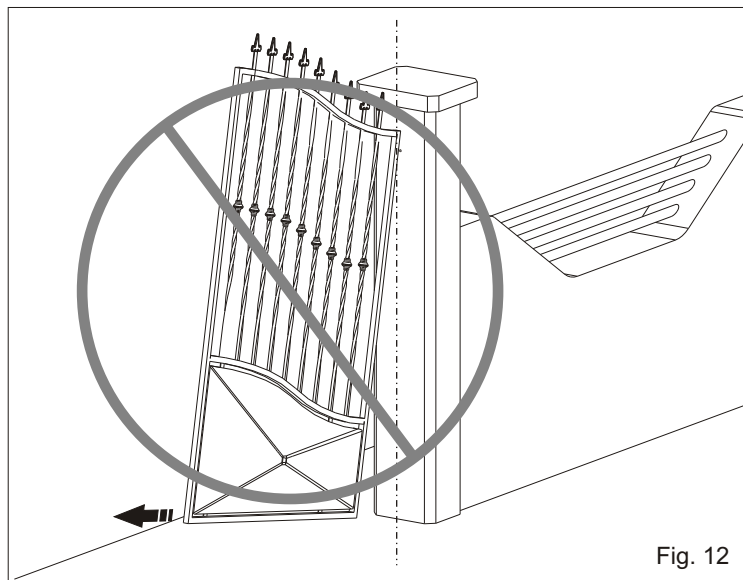

Fig. 12
3.8. Faire beaucoup d'attention de ne pas positionner le vantail au dehors des axes (Fig. 12 et 13), mais faire de manière que l'arbre coïncide avec l'axe de rotation de la charnier en tenant compte que la distance minimum de la colonne est de 60 mm (Fig. 14).